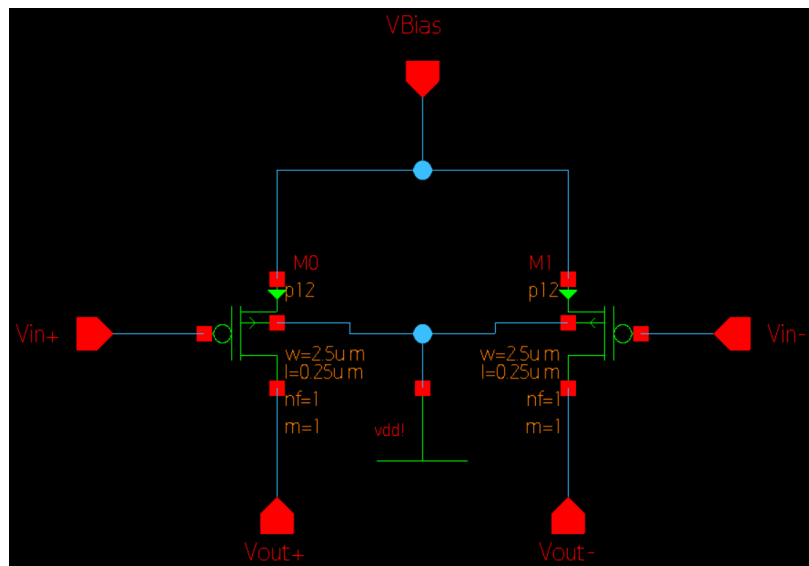
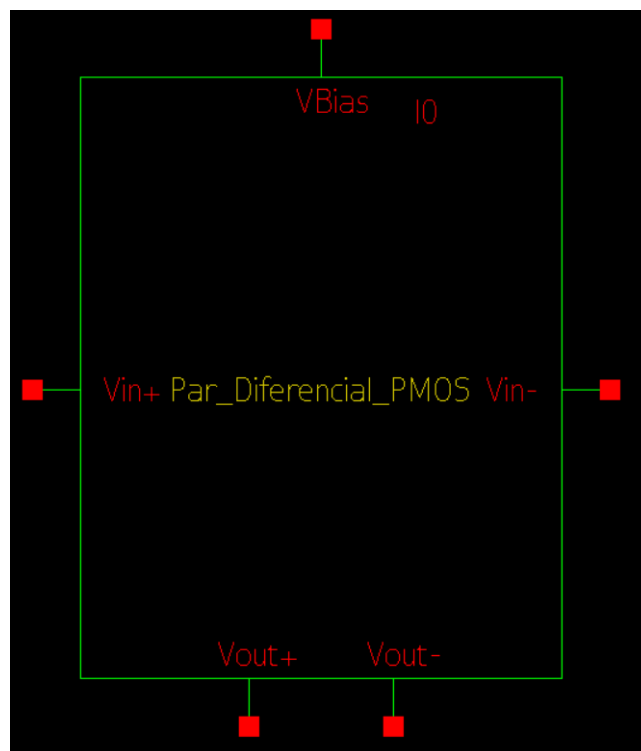

Fig. 25 – Esquemático do Par Diferencial PMOS
Fig. 26 – Símbolo do Par Diferencial PMOS
a) É pedido para criar o esquemático (mostrado na Fig. 25) e símbolo (mostrado na Fig. 26) do Par Diferencial PMOS.